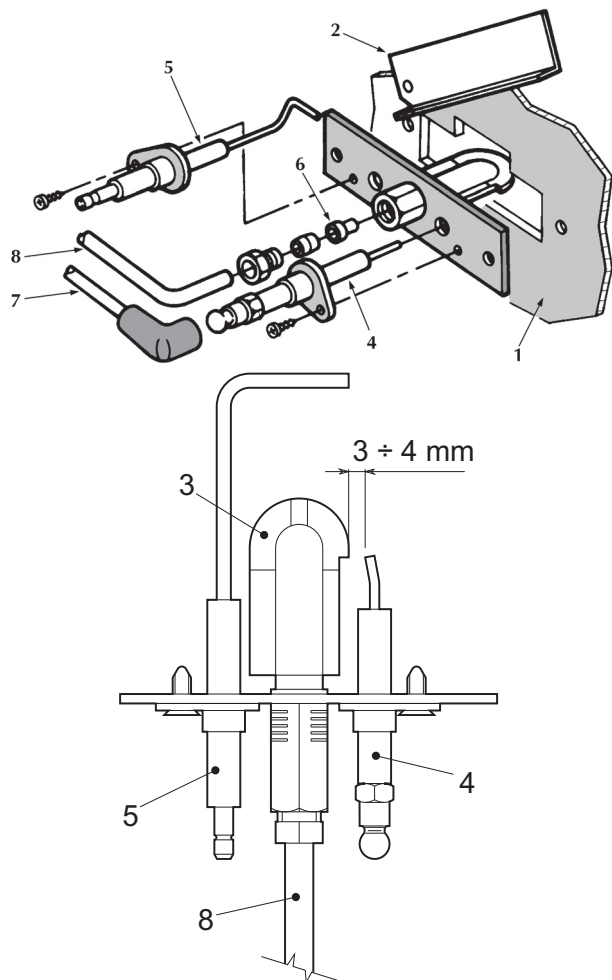

fig. 9 - Bruciatore pilota
- Gli elettrodi devono essere liberi da incrostazioni e correttamente posizionati (vedi fig. 9).
| | Non avviene la scarica tra gli elettrodi | Controllare che gli elettrodi siano correttamente posizionati, integri, senza incrostazioni e che la scintilla sia regolare (vedere fig. 9) |